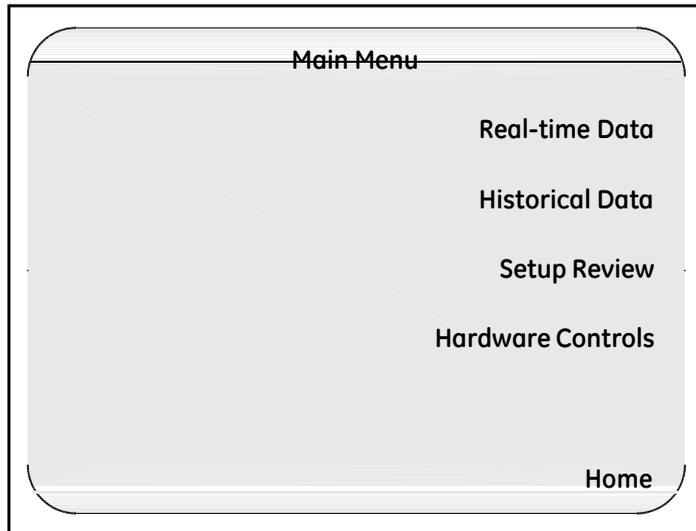

图 55: 主菜单界面
1. 在 **Sensor Inputs - Real Time 传感器输入-实时**, 按 **Main Menu 主菜单**. **Main Menu 主菜单** 界面显示, 如图 55 所示.